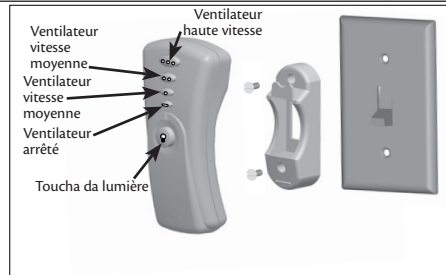

Figure 10
2. Montez le porte-commande sur l'interrupteur mural du ventilateur de plafond à l'aide des vis de plaque murales existantes. Référez-vous à la figure 10.